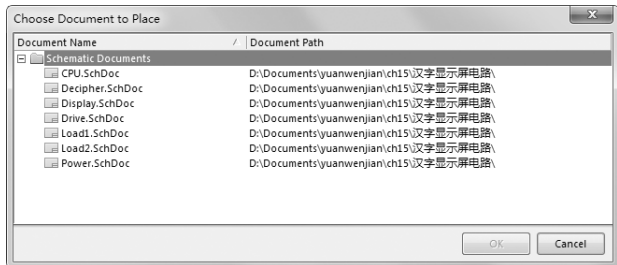

图 15-31 “Choose Document to Place”对话框
(2) 在新建项目中，新建一个名为“汉字显示屏电路.SchDoc”的原理图文件。
(3) 在“汉字显示屏电路.SchDoc”工作窗口中，选择菜单栏中的“设计”→“HDL 文件或图纸生成图表符”命令，系统将弹出如图 15-31 所示的“Choose Document to Place”（选择放置文档）对话框。